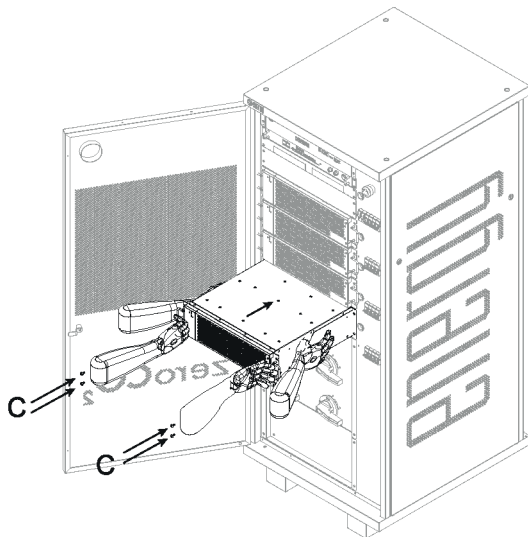

Fig. 7.18 - Sostituzione del modulo PCS
- Inserire il nuovo PCS nel rack, fissare frontalmente il modulo con le 4x viti M5 (C, Fig. 7.18).